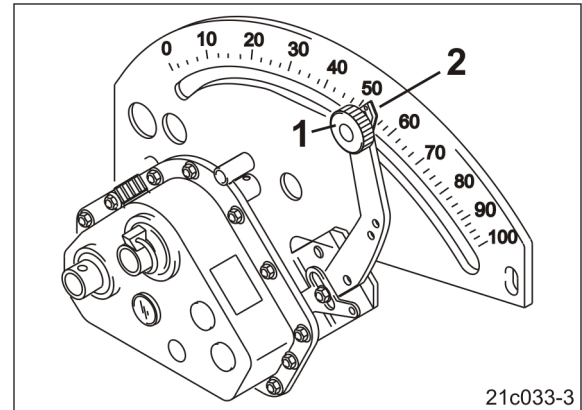

Fig. 79
6. Den Arretierknopf (Fig. 79/1) lösen.
8. Den Zeiger (Fig. 79/2) des Getriebehebels **von unten** auf den Getriebe-Einstellwert stellen.